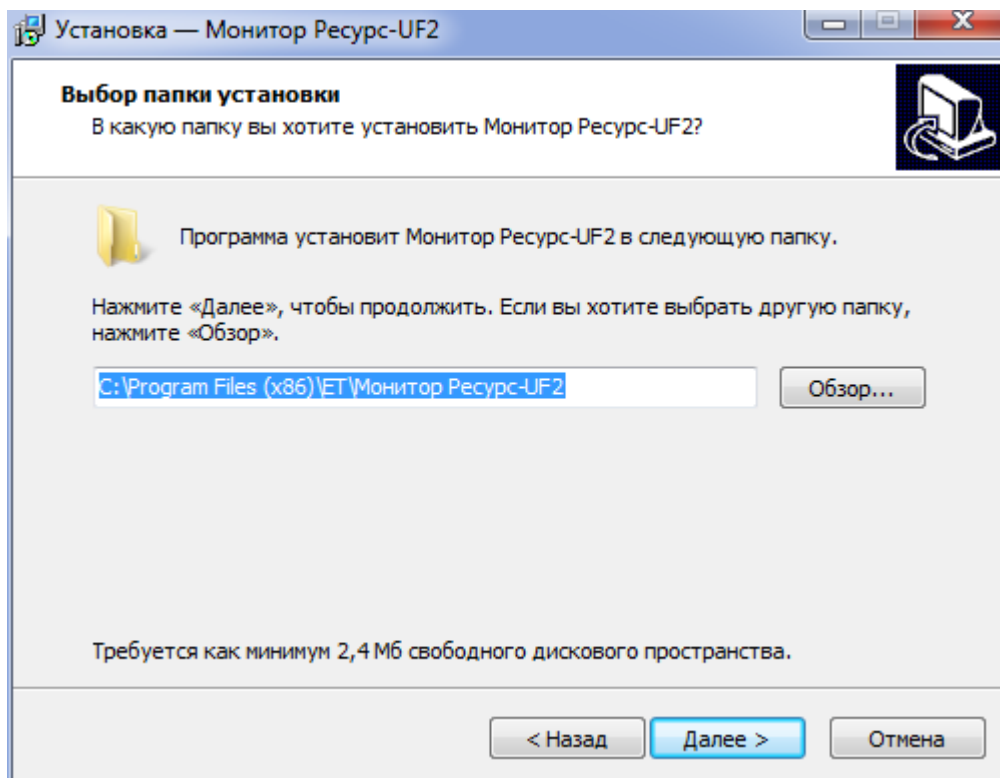

Рисунок 2.2 Диалог «Место установки»
2.2.2 Программное обеспечение устанавливается по умолчанию в рабочий каталог: drive:\Program Files\ET\Монитор UF2, где drive – имя диска с операционной системой. Изменить или принять имя рабочего каталога программы можно в окне «Место установки» (рисунок 2.2).